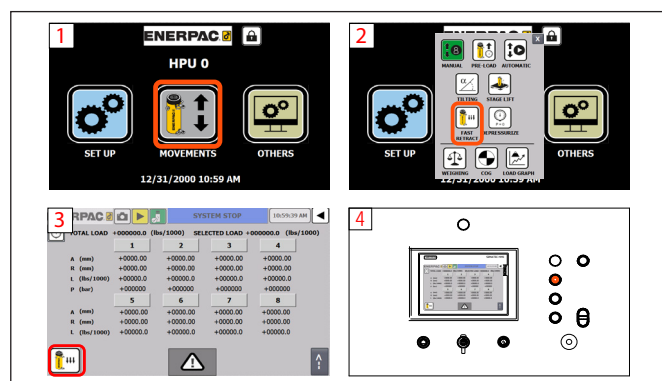

Figura 59: Procedura di retractione rapida
5. Il sistema richiederà un secondo controllo per assicurarsi che i cilindri non abbiano alcun carico. Se i cilindri sostengono un carico, toccare il pulsante Yes (Sì). Fare riferimento a Figura 59.